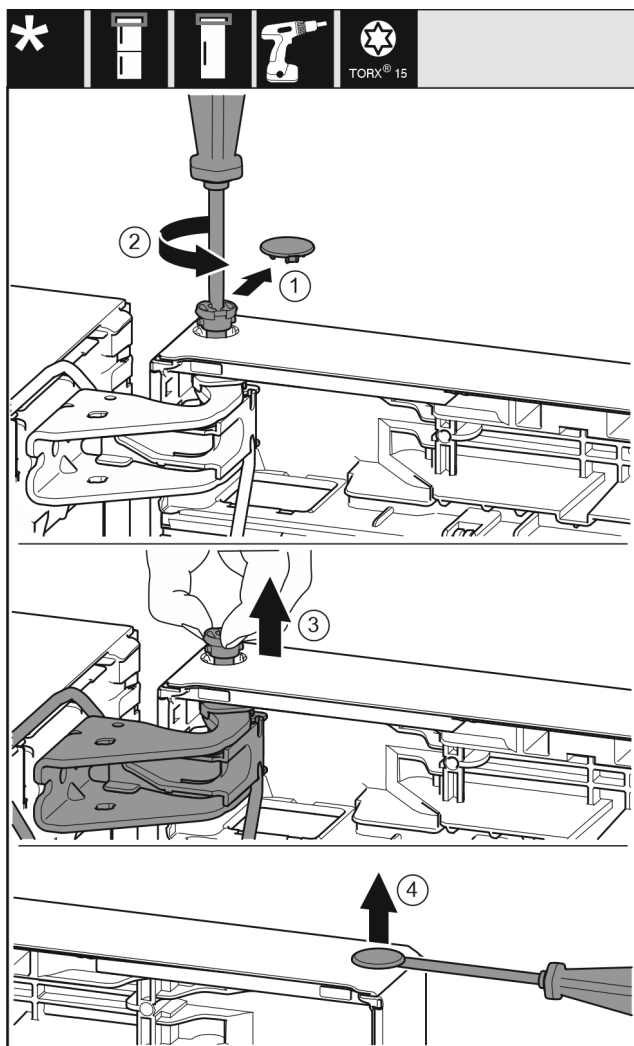

Fig. 10
- ▶ Træk forsigtigt sikringsafdækningen af. Fig. 10 (1)
- ▶ Skru bolten lidt ud med en skruetrækker T15. Fig. 10 (2)
- ▶ Hold fast i døren, og træk bolten ud med fingrene. Fig. 10 (3)
- ▶ Løft forsigtigt propperne ud af lågens lejbøsning med en kærvskrue-trækker, og træk dem ud. Fig. 10 (4)